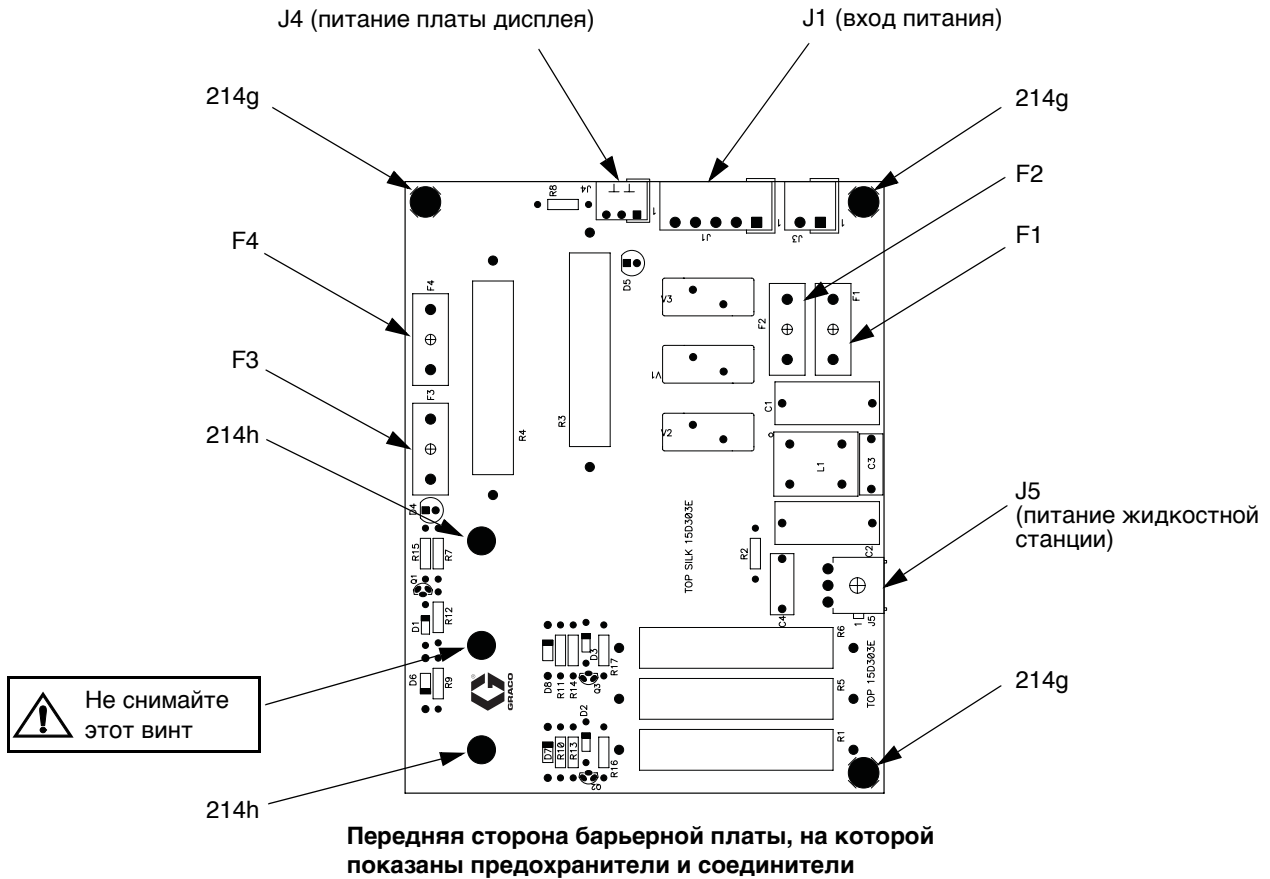

Рис. 18. Соединители и предохранители барьерной платы
3. Отсоедините кабели и соединители от J1, J4 и J5. Рис. 18.
5. Записав их положение, снимите 5 винтов (214g, 214h) с барьерной платы (214a). Не снимайте винты, указанные на Рис. 18. Снимите плату.
6. Нанесите термопасту на теплоотвод (Z) на задней стороне новой барьерной платы (214a). Рис. 18.
2. Выньте предохранитель (F1, F2, F3 или F4) из держателя. Рис. 18.